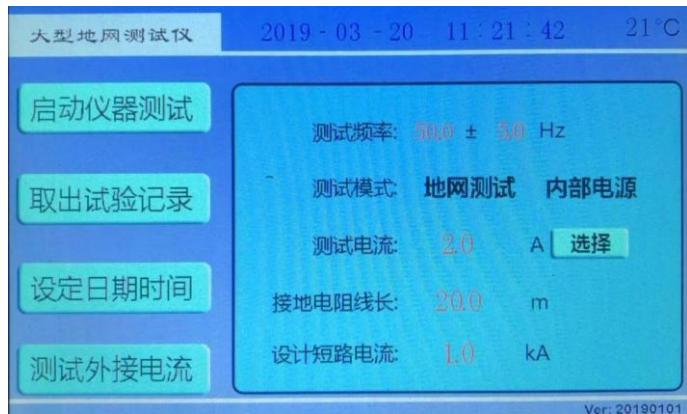
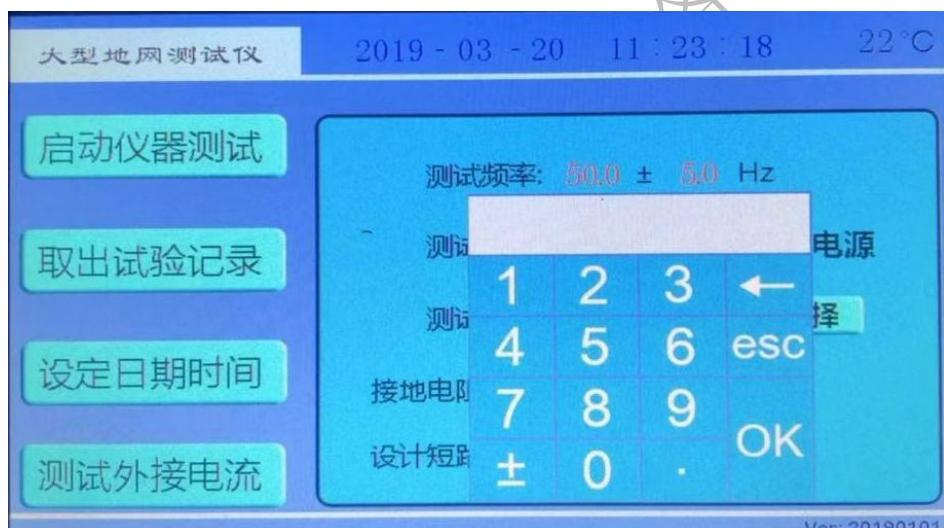

图 5 开机界面
图 9 红色数字参数修改界面
1. 打开电源开关，计算机进行自检，几秒钟后，液晶屏显示中文主菜单如图 5 所示，表示自检成功。
7) 开机界面(图 5)下, 红色数字的修改。如测试频率等项目, 只需要使用触屏笔或手指点击, 就可弹出数字键盘, 然后修改即可。(图 9)
在开机界面(图 5)下, 测试模式选择地网测试, 使用触屏笔或手指点击
点击确定, 将开始升流测试. 请确认已经接好测试线. 此时将出现地网测试界面(图 11). 点击取消, 仪器将返回开机界面(图 5)。
此时按下退出, 返回到开机界面(图 5)。按下打印, 打印出结果。
在开机界面(图 5)下, 测试模式选择**接地电阻**, (线长一般选择 20 米) 使用触屏笔或手指点击**启动仪器测试**, 出现测试确认界面 (图 14) :
点击**取消**, 仪器将返回开机界面(图 5)。
此时按下退出，返回到开机界面(图 5)。按下打印，打印出结果。
在开机界面(图 5)下, 测试模式选择**跨步电压**, (短路电流一般为 1kA) 使用触屏笔或手指点击**启动仪器测试**, 出现测试确认界面 (图 18) :